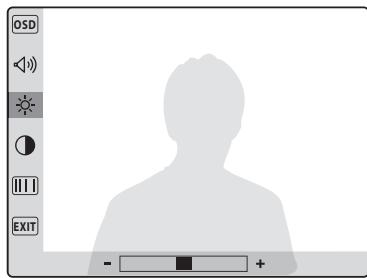

Fig. 19
- La luminosità (8 livelli, **Fig. 19**);